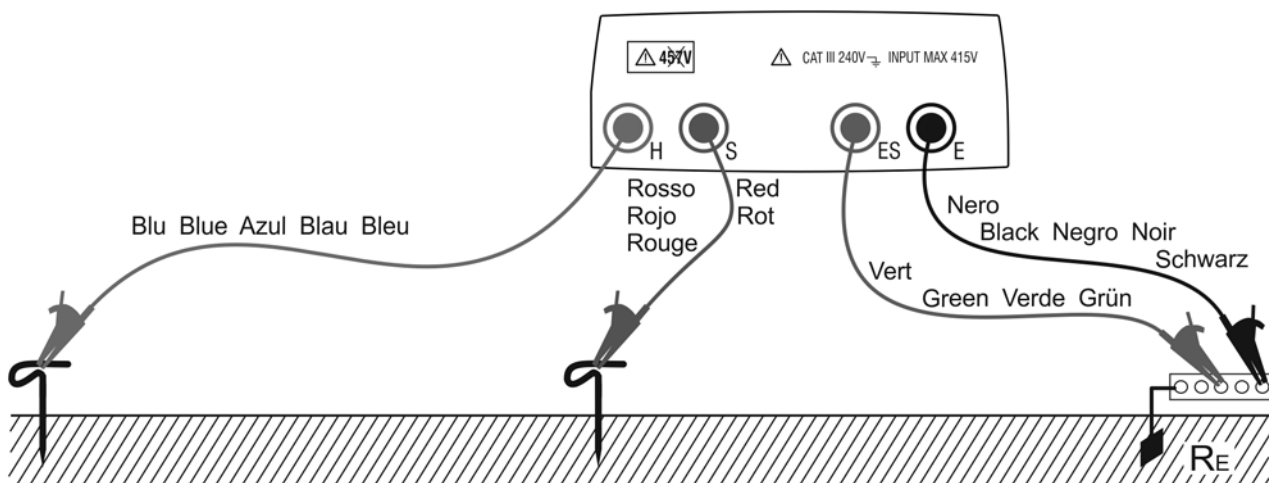

Fig. 3 : Mesure de la résistance de terre à trois fils
7. Connecter les crocodiles aux électrodes de mise à la terre auxiliaires et à l'installation sous test (voir Fig. 3).